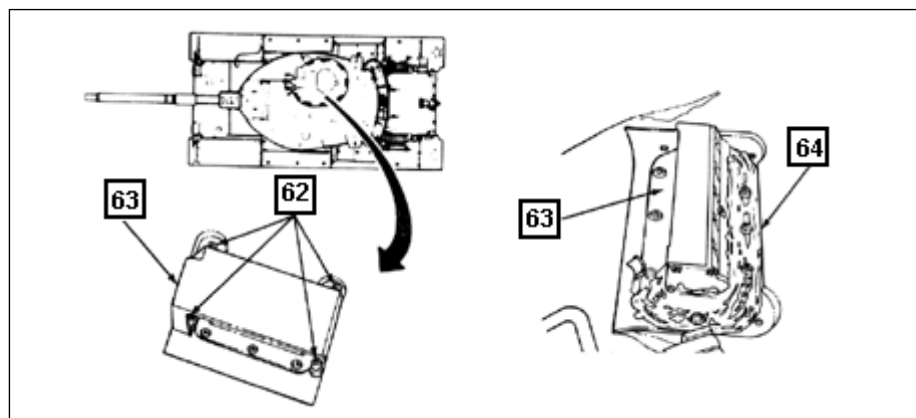

Fig 8-27. Periscópio do Cmt CC
(17) Soltar os 4 parafusos(62) da cobertura do periscópio do At(63).
(18) Levantar o escudo apenas de 4 a 5 cm. Não se pode levantar mais do que isso, a fim de evitar danos nos encaixes do periscópio. Aplicar o produto selante nas aberturas do periscópio(64). Abaixar a cobertura do periscópio(63) e reapertar os 4 (quatro) parafusos. (Fig 8-27)